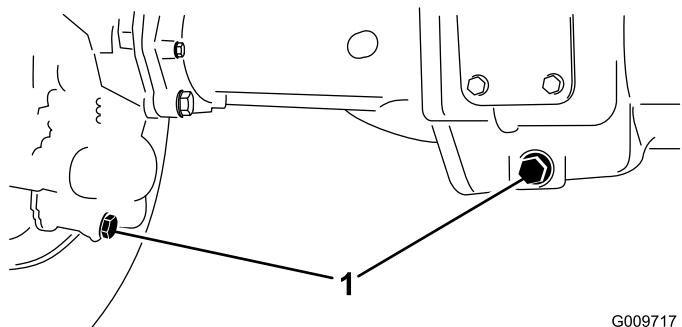

図 97
2. ドレンプラグ 図 97 左右端に個と中央に個、全部で3個あるの周辺をきれいに拭く。